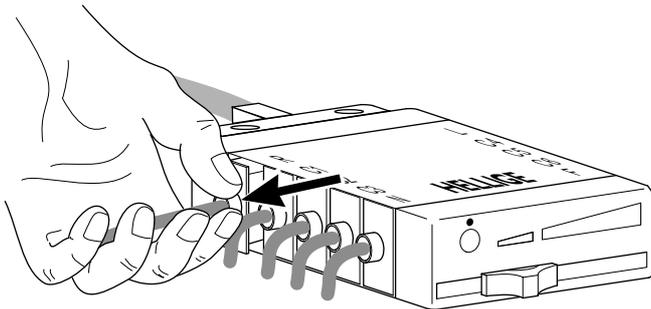

Bild 5-1. Austauschen der Elektrodenleitung
- \* Ziehen Sie die beschädigte Leitung aus dem Elektrodenverteiler. Halten Sie die Leitung nur direkt am Anschlußstutzen (Bild 5-1).
Halten Sie den Stecker nur wie in Bild 5-1 gezeigt. Stecken Sie den Stecker nicht gewaltsam ein und achten Sie darauf, daß er korrekt eingesteckt ist. Ansonsten kann es zu Undichtigkeiten und Kontaktschwierigkeiten kommen. Achten Sie auch darauf, daß Sie die Leitungen nicht vertauschen. Die Bezeichnungen sind auf der Oberseite des Verteilers aufgedruckt.